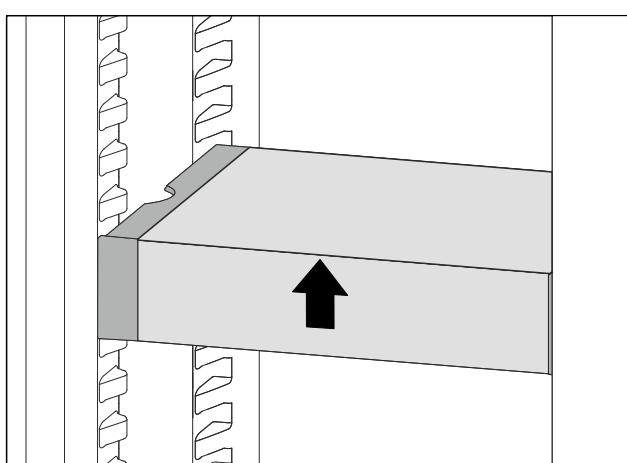

*Fig. 108*
- Поставете чекмеджето на VarioSafe зад ограничителите върху желаното ребро *Fig. 108 (1)* или *Fig. 108 (2)*.